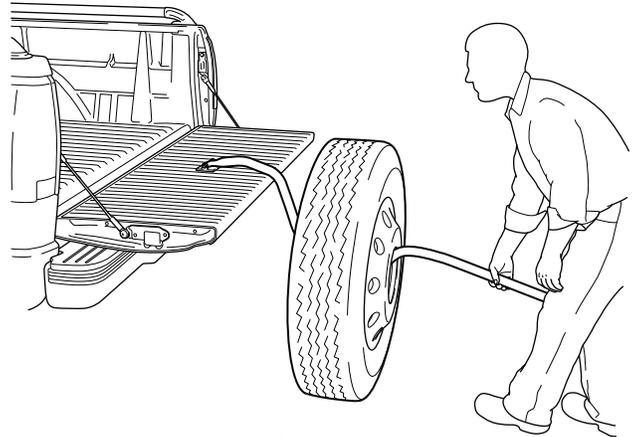

Figura 4
3. Introduzca el inclinador / cargador de ruedas a través del centro de la rueda y descance la almohadilla en la plataforma / puerta. Consulte la figura 4.